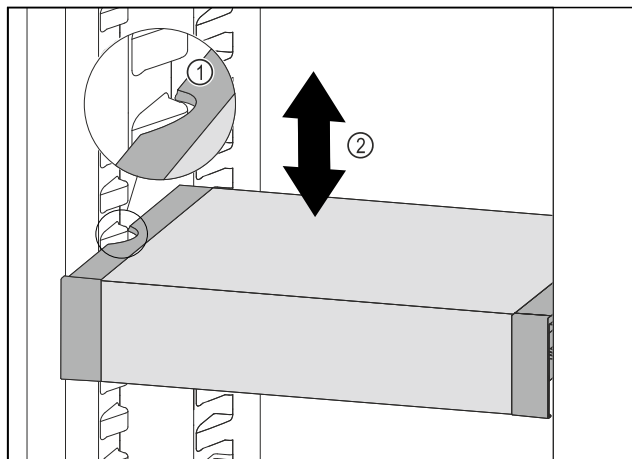

Fig. 126
- ▶ Træk VarioSafe fremefter, indtil udsparringerne i siden på VarioSafe er på niveau med beholderribben i kølesektionen. Fig. 126 (1)
- ▶ Flyt VarioSafe op eller ned i kølesektionen, indtil den ønskede højde er nået. Fig. 126 (2)